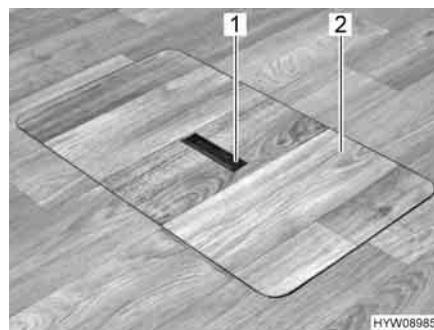
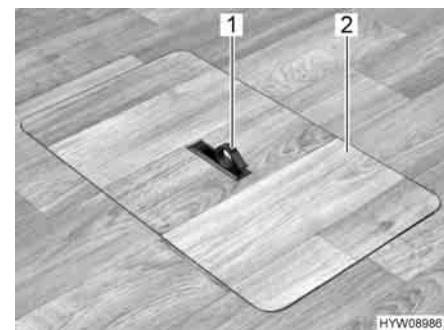

Fig. 54 Copertura vano pavimento
Fig. 55 Copertura vano pavimento
- Spingere la piastra di presa (Fig. 54,1) verso il basso da un lato. La maniglia (Fig. 55,1) viene ruotata verso l'alto.
- Alzare la copertura (Fig. 55,2).
- Collocare la copertura (Fig. 55,2) nell'intelaiatura presente sul fondo.